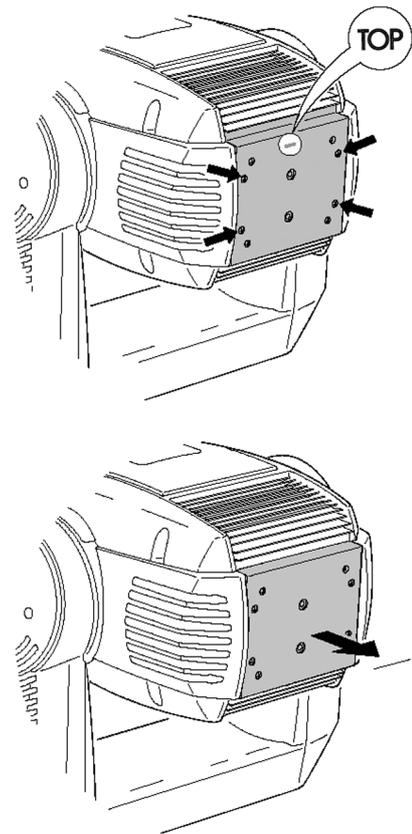

Bild 4: Zugriff aus das Leuchtmittel
2. Unter Bezug auf Bild 4: Lösen Sie die 4 mit Pfeilen markierten Schnellverschluss- Schrauben an der Rückseite des Kopfes. Ziehen Sie das Lampenmodul so weit wie möglich heraus und lassen Sie es in dieser Position.